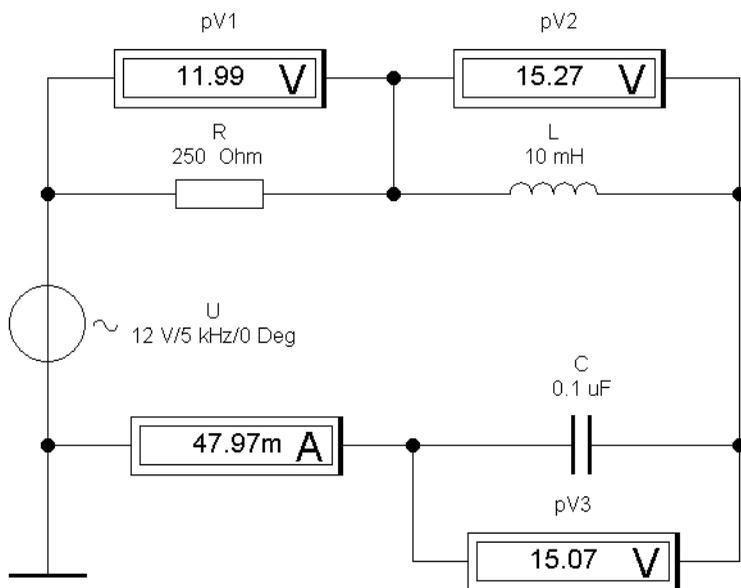

Рис. 2 Виртуальная схема исследуемой цепи
2.1. Собрать цепь переменного тока, согласно рис. 2.
5.1. С помощью пакета Electronics Workbench собрать виртуальную схему исследуемой цепи с заданными номиналами элементов и источника (рис. 2.).